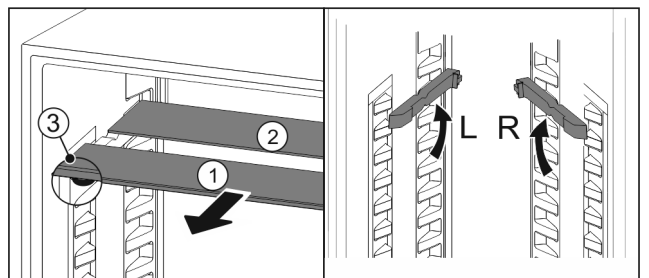

Fig. 23
- ▶ Sortir les tablettes par l'avant Fig. 23 (1).
- ▷ La tablette en verre Fig. 23 (1) avec bordure décorative est située à l'avant.
- ▷ Les butées Fig. 23 (3) sont orientées vers le bas.